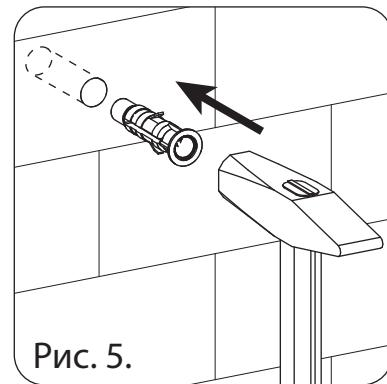
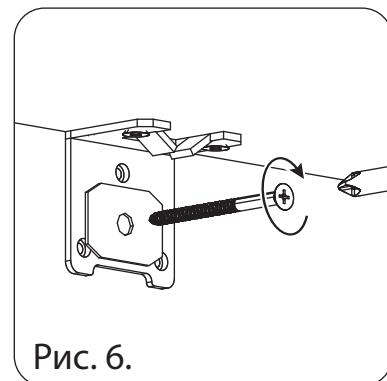

Рис. 5.
Рис. 6.
2. Прикрутите штангодержатель при помощи саморезов 3.5x16 в необходимом месте (см. рис. 2), предворительно ослабить стопорный винт (см. рис. 6).
4. Прикрутите штангодержатель при помощи саморезов 3.5x16 в необходимом месте (см. рис. 5), и зафиксируйте стопорные винты с 2-х сторон (см. рис. 6).